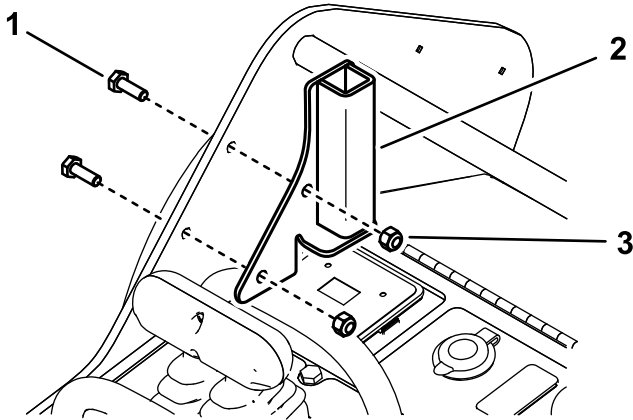

Figura 7
- Instale el soporte del protector izquierdo en el lado izquierdo del bastidor con 2 pernos (1/4" x 3/4") y 2 contratuercas (1/4"), según se muestra en Figura 7.
- Instale el soporte del protector derecho en el lado derecho del bastidor con 2 pernos (1/4" x 3/4") y 2 contratuercas (1/4") (similar a la Figura 7).